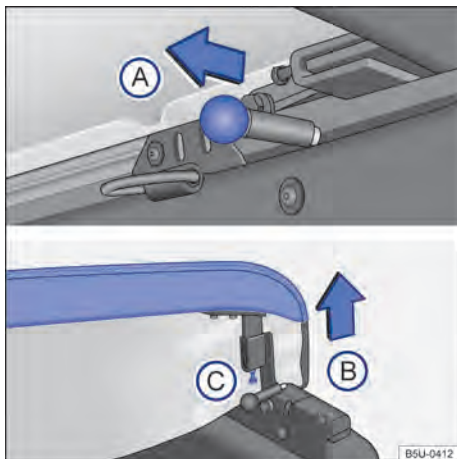
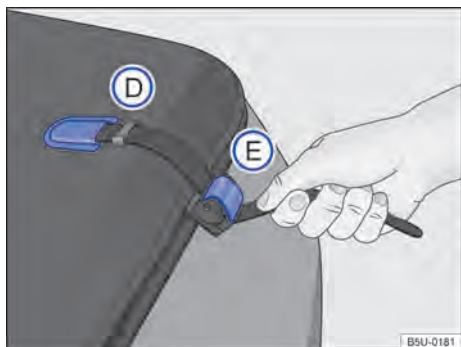

Fig. 50 Travas e parafuso de ajuste do esticamento da capota marítima. ►
Fig. 51 Fixação da capota marítima.
- Deslocar o pino de travamento → Fig. 50 (A) no sentido da seta, em ambos os lados, simultaneamente.
- Levantar a extremidade da capota no sentido da seta (B).
- Para ajustar o esticamento, soltar a porca e apertar o parafuso ou soltar o parafuso (C), até atingir o esticamento desejado.
- Retirar a extremidade da cinta do alojamento → Fig. 51 (D), nas laterais da capota marítima, e forçar a cinta para baixo, para desbloquear a trava (E).
- Inserir a extremidade das cintas no alojamento (D), para facilitar o recolhimento da capota marítima.